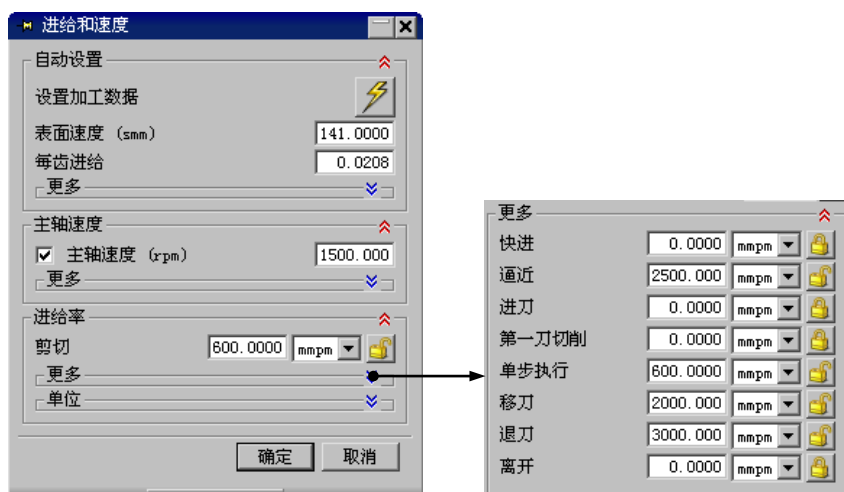

图 3.4.15 “进给和速度”对话框
Step2. 在“进给和速度”对话框**主轴速度**区域中选中 ☒ **主轴速度 (rpm)** 复选框, 在其后的文本框中输入值 1500.0, 在**进给率**区域的**切削**文本框中输入值 600.0, 其他参数的设置如图 3.4.15 所示。